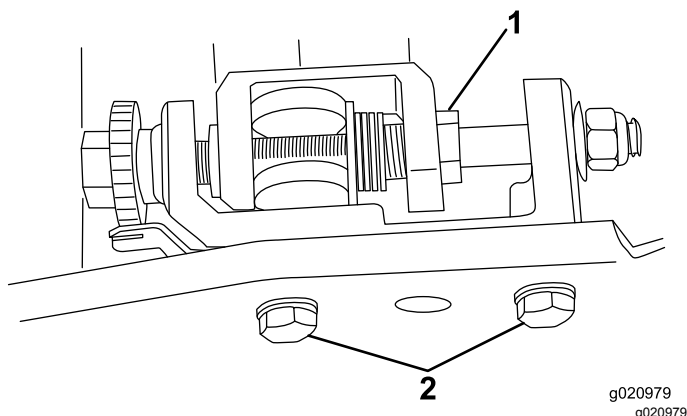

Figure 4
- A. À l'aide d'une clé standard de $\frac{7}{8}$ pouce, desserrez les vis de tension de ressort sur les dispositifs de réglage de barre d'appui droit et gauche (**Figure 4**).
- C. Retirez les 2 boulons et rondelles qui fixent le cadre de réglage de la barre d'appui gauche à la plaque latérale (**Figure 4**).
16. Si vous montez ce kit sur une **tondeuse Greensmaster 800** dont le numéro de série est antérieur à 230999999, une **tondeuse Greensmaster 1000** dont le numéro de série est antérieur à 229999999 ou une **tondeuse Greensmaster 1600** dont le numéro de série est antérieur à 260001401, montez le cadre de réglage gauche de la barre d'appui sur la plaque latérale avec les boulons et rondelles retirés précédemment (Figure 4).